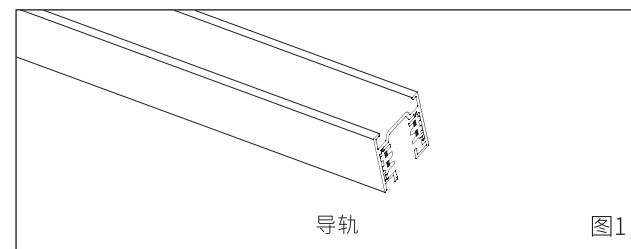

图1
- 1.本产品配用Mayalit·玛雅品牌导轨（图1）或使用在其它公司品牌具有兼容性的导轨上，配用导轨参数：输入电压：AC 220-240V 最大电流：16A 最大负载：3680W